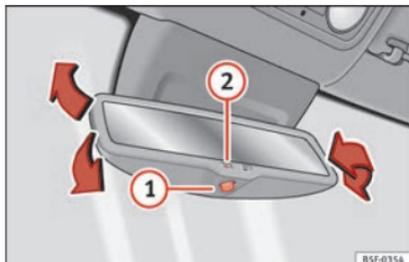

Fig. 19 Specchietto retrovisore interno con regolazione automatica* per posizione fotocromatica.
- Attivare la funzione anti-abbaglio automatica: premere il tasto ① ☞ fig. 19. Si accende la spia ② e, quando la luce colpisce, lo specchietto retrovisore si oscura.